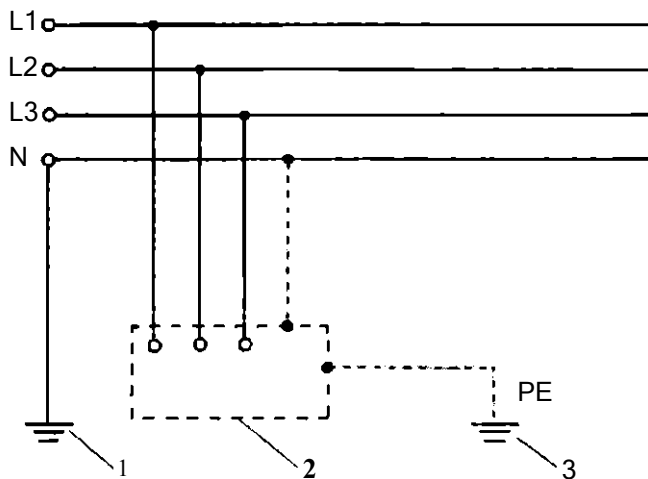

Рис. 2.37. Система заземления TT:
**Системы IT и TT.** Практически не используются в быту. Можно вкратце сказать, что эти системы применяются в случае специальных требований к электрооборудованию (рис. 2.37). Систему TT еще можно встретить, например при постройке частных домов, но IT точно нет. Наиболее вероятное место применения системы IT — это устройство заземления лаборатории, в которой проводятся опыты с применением чувствительной аппаратуры, а все токи и электромагнитные поля должны быть сведены к минимуму.